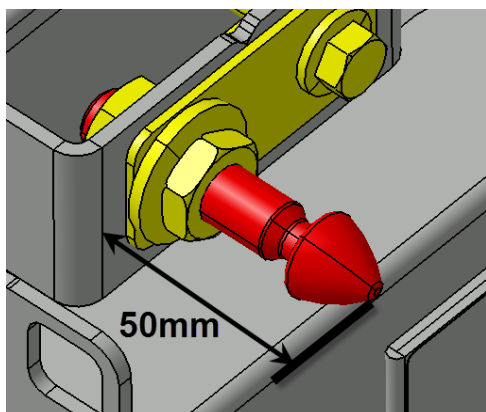

FIGURE 54:
11. Avant le premier essai de fermeture complète de la porte, assurez-vous que la goupille d'alignement/verrouillage n'exécède pas plus de 2" (50mm) de son support. (Figure 54:). Des dommages peuvent subvenir à la porte si cette condition n'est pas respectée.